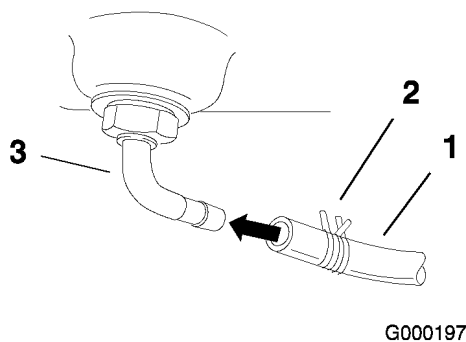

Figura 5
4. Deslice la abrazadera sobre el tubo de combustible (Figura 5).
5. Conecte a presión el tubo de combustible a la conexión del depósito de combustible y fíjelo con la abrazadera (Figura 5).